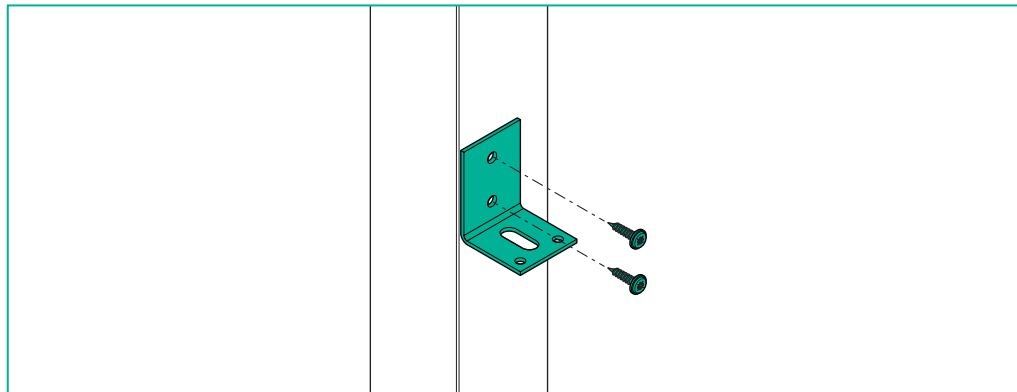

Abb. 5: Montagewinkel befestigen
- » Montieren Sie die Montagewinkel links und rechts oben am CW-Profil in gleicher Höhe mit den beiliegenden selbstbohrenden Schrauben (siehe Abb. 5 Seite 14).